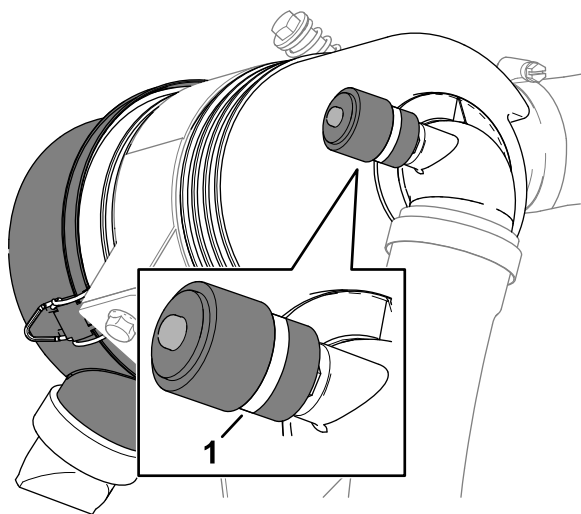

Figura 113
3. Compruebe el indicador de mantenimiento en el extremo de la carcasa del filtro de aire (Figura 113).